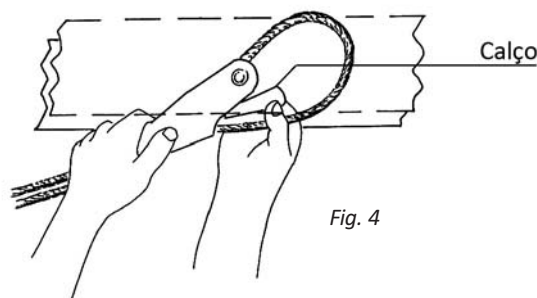
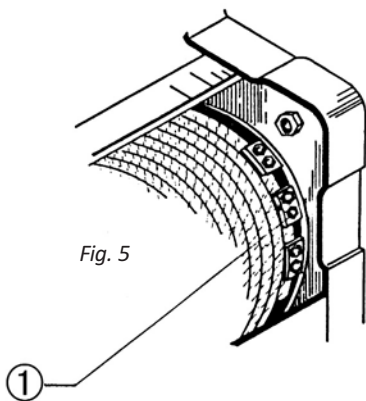

Fig. 4
Fig. 5
Para a desmontagem do cabo: retirar o calço da ponta fixa (Fig. 4), depois retirar a tampa do cabo do grampo e retirar o cabo das polias da roldana e eventual retorno. Enrolar completamente o cabo do tambor ao premer o botão de “descida” do quadro de botões de comando, até a extremidade do tambor. Soltar os parafusos de fixação dos terminais do cabo (Fig. 5).
Montagem do novo cabo: inserir o cabo no último terminal de fixação e deixá-lo sair cerca de 40 mm da ponta do cabo; apertar os parafusos do terminal (Fig. 5 - pos. 1) apertar o cabo até o esmagamento do mesmo. Premer o botão de subida no quadro de botões de comando e manter o cabo estendido, enrolá-lo até a metade do tambor para permitir a montagem do relativo anel guia-cabo.